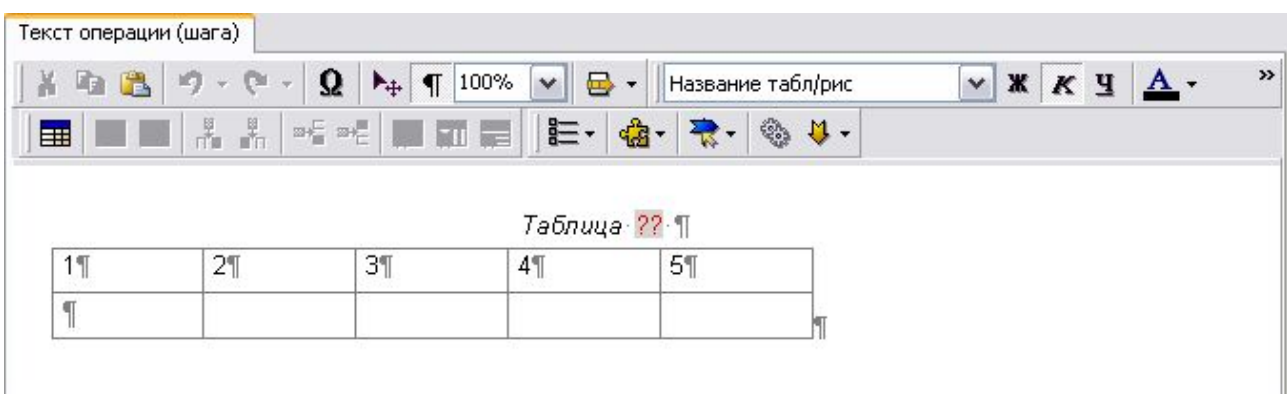

Рис. 5.12
3. Результат показан на Рис. 5.12.